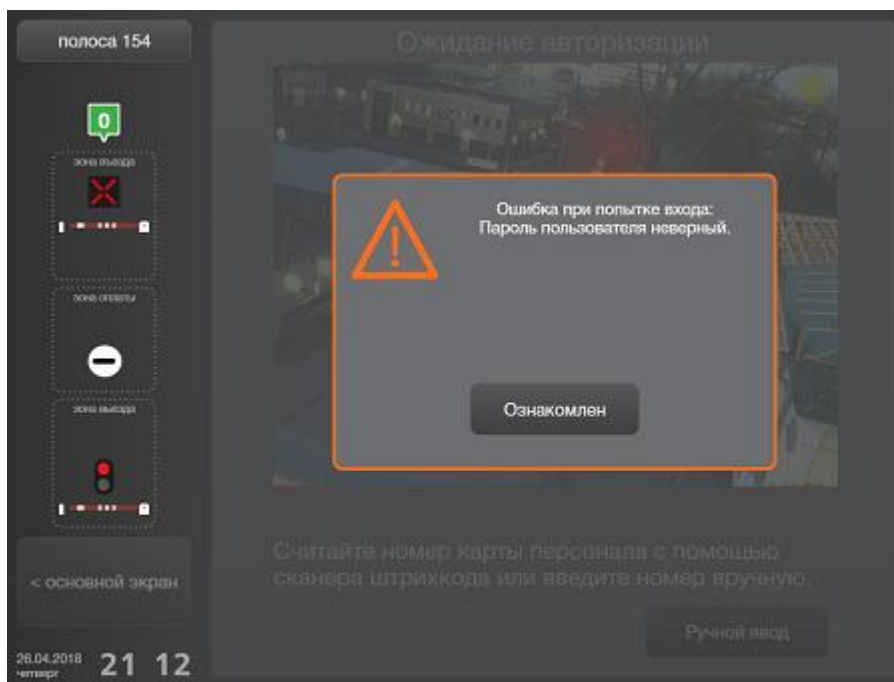

Рисунок 29. Ошибка ввода пароля
- В случае ошибки ввода пароля отобразится сообщение об ошибке (рис. 29), закрыть которое можно нажатием на кнопку [Ознакомлен]. Необходимо повторить шаги авторизации еще раз, обратив внимание на правильность ввода пароля.